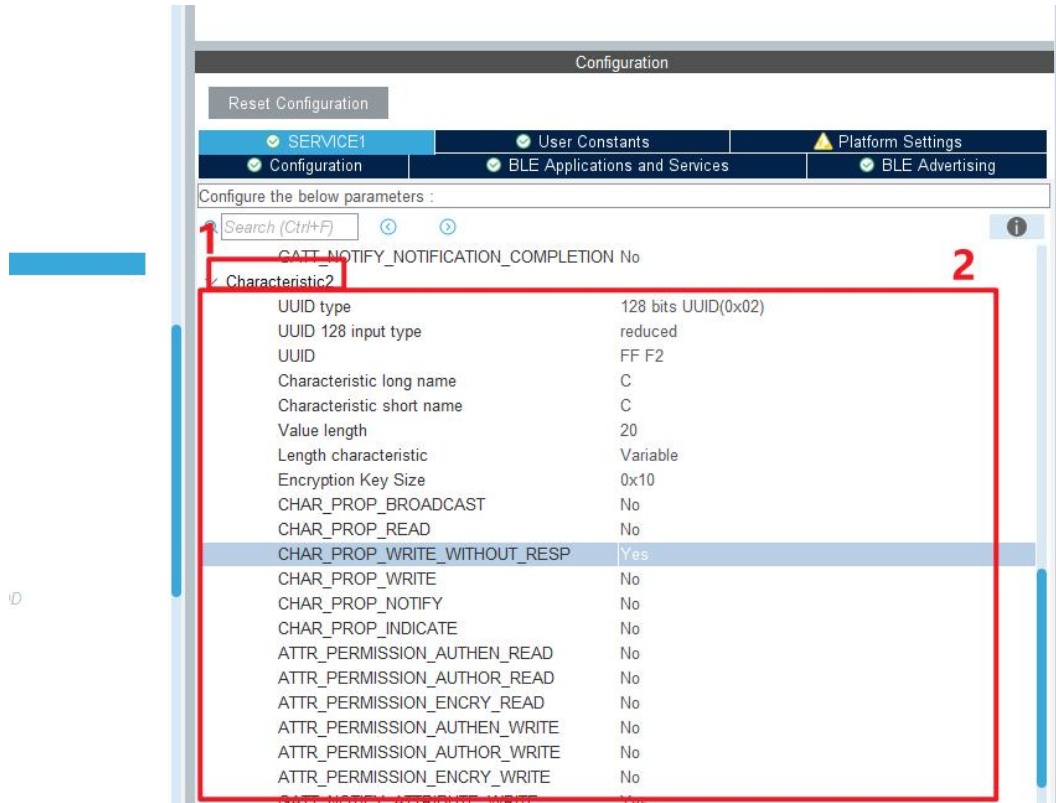

图 5.11
11. 如图 5.11 所示，按照如图配置好 Characteristic2 参数。